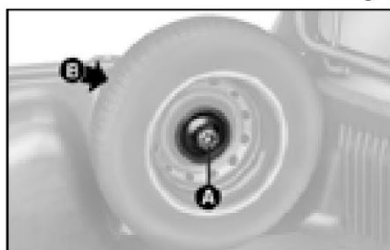

fig.5
15) colocar a roda substituída no compartimento da roda sobressalente fixando-a com o dispositivo de bloqueio **fig. 5** ou **7** (Strada Fire) ou **fig. 15** (Palio Fire Flex e Siena Fire Flex).